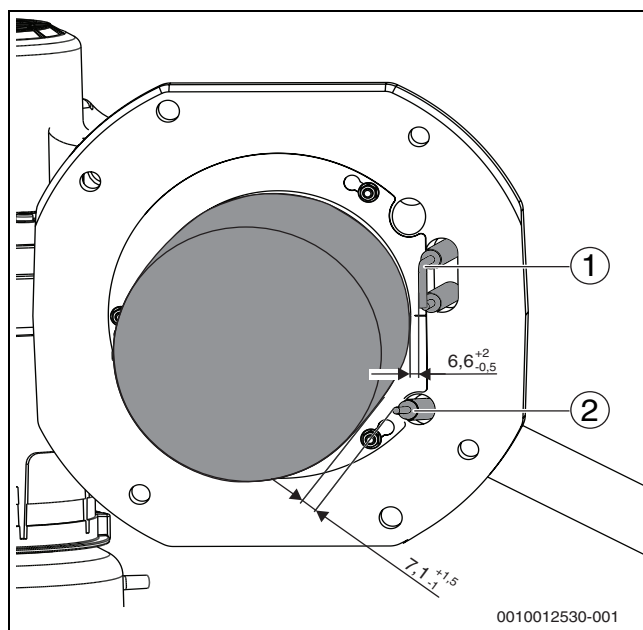

Рис. 56 Положение электродов (размеры в мм)
- ▶ Измерьте расстояния между электродами и сравните их со значениями на рис. 56.